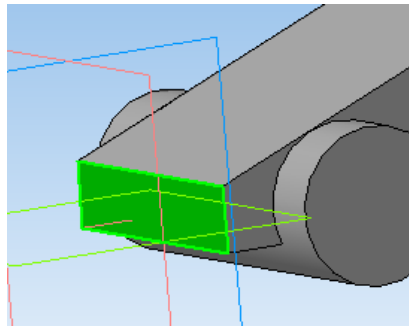

Рис. 10
11. Выделите грань и зайдите в *Эскиз* (рис. 10).